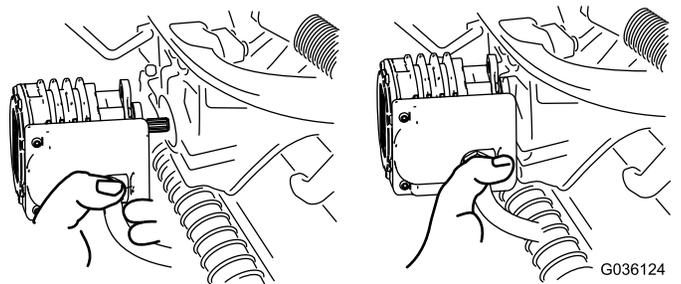

図 55
4. 外したモータは、サスペンションアームの前部にある一時保管位置にセットしておく(図 55)。